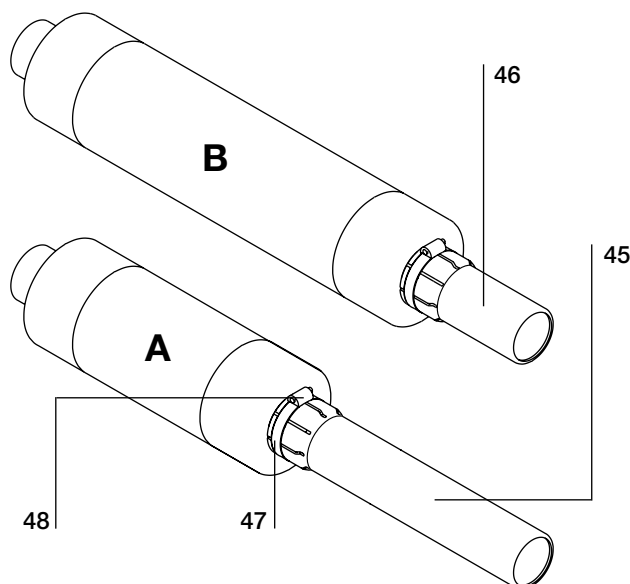

Fig. 15a
a) Montaggio degli adattatori (fig. 15a)
a) Assembly of the adapters (fig. 15a)